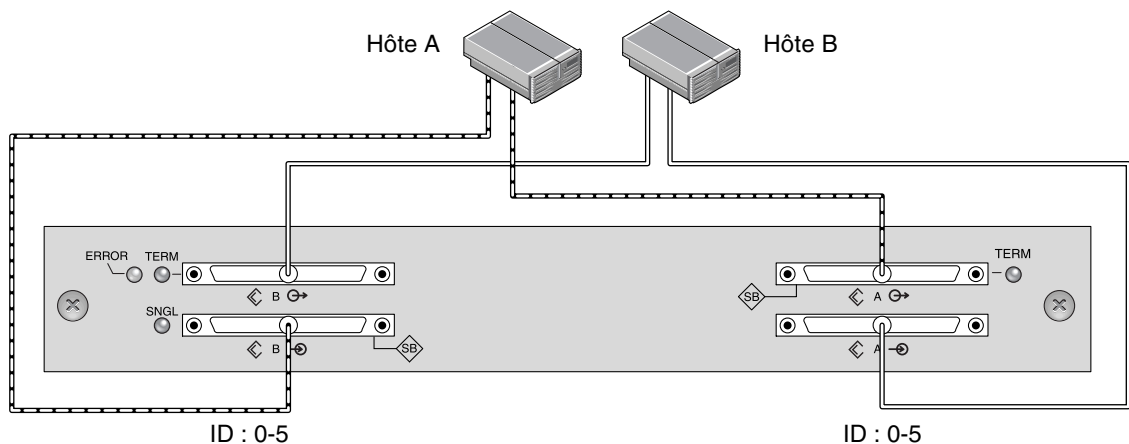

FIGURE B-4 Configuration JBOD à deux hôtes, bus scindé, multi-initiateur
La figure FIGURE B-4 illustre une configuration à bus scindé multi-initiateur dans laquelle chaque hôte est connecté à chaque canal d'hôte. Cette configuration est courante pour prévenir les pannes au sein d'un environnement cluster réseau.
2. **Reliez chaque port JBOD à un hôte, comme décrit dans la FIGURE B-4.**